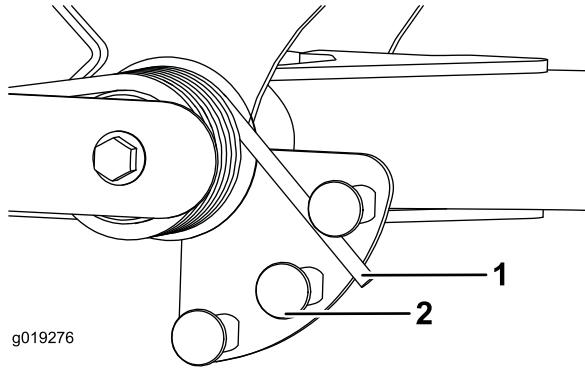

Figure 41
2. Insérez un tube ou un objet similaire sir le ressort long et le faire pivoter autour de l'actionneur de ressort à la position voulue (Figure 41).